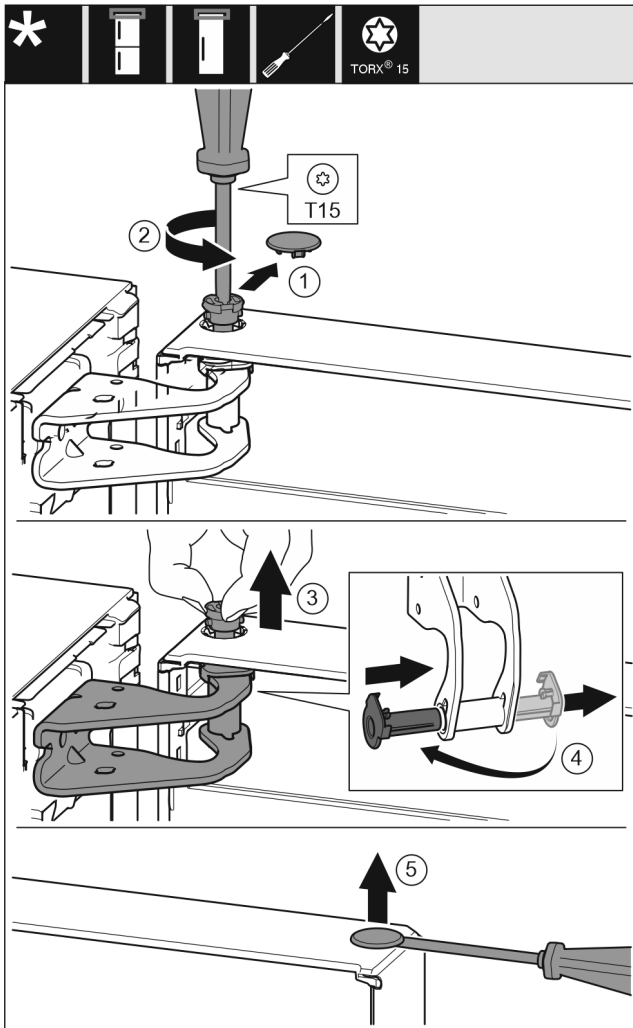

Fig. 7
- ▶ Sicherungsabdeckung vorsichtig abziehen. *Fig. 7 (1)*
- ▶ Bolzen mit Schraubendreher T15 ein Stück herausdrehen. *Fig. 7 (2)*
- ▶ Tür festhalten und Bolzen mit den Fingern herausziehen. *Fig. 7 (3)*
- ▶ Lagerbuchse aus Führung ziehen. Von der anderen Seite einsetzen und einrasten. *Fig. 7 (4)*
- ▶ Stopfen aus der Tür Lagerbuchse vorsichtig mit einem Schlitzschraubendreher anheben und herausziehen. *Fig. 7 (5)*